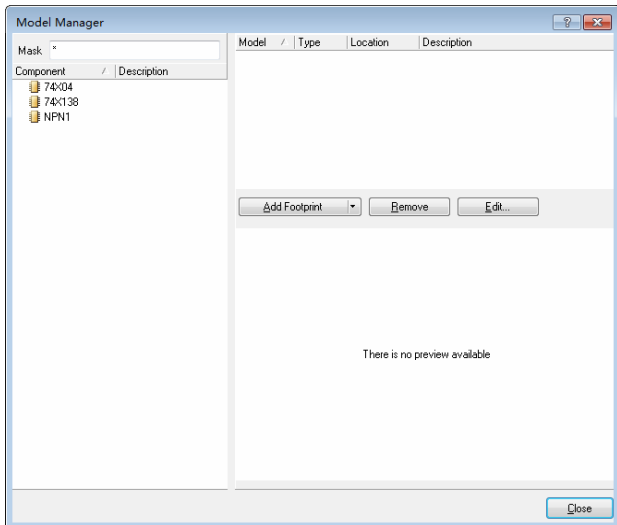
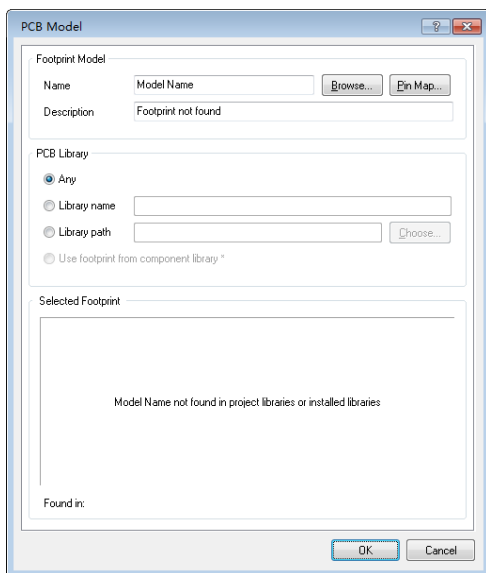

图 18-46 Model Manager
图 18-47 PCB Model 对话框——未找到封装
(1) 打开本例对应的电子资源 New_IntLib.LibPkg 工程, 双击 SCH_Components.SchLib 文件, 进入库编辑环境, 并打开 SCH Library 面板。
(2) 在 NPN1 元件上单击鼠标右键, 在弹出的菜单中选择 Model Manager 命令, 打开 Model Manager, 如图 18-46 所示。在左边的元件列表中选择 NPN1, 在右边的模型区域单击 Add Footprint 按钮, 打开 PCB Model 对话框, 此时并未链接封装, PCB Model 对话框的下部预览区为空, 如图 18-47 所示。